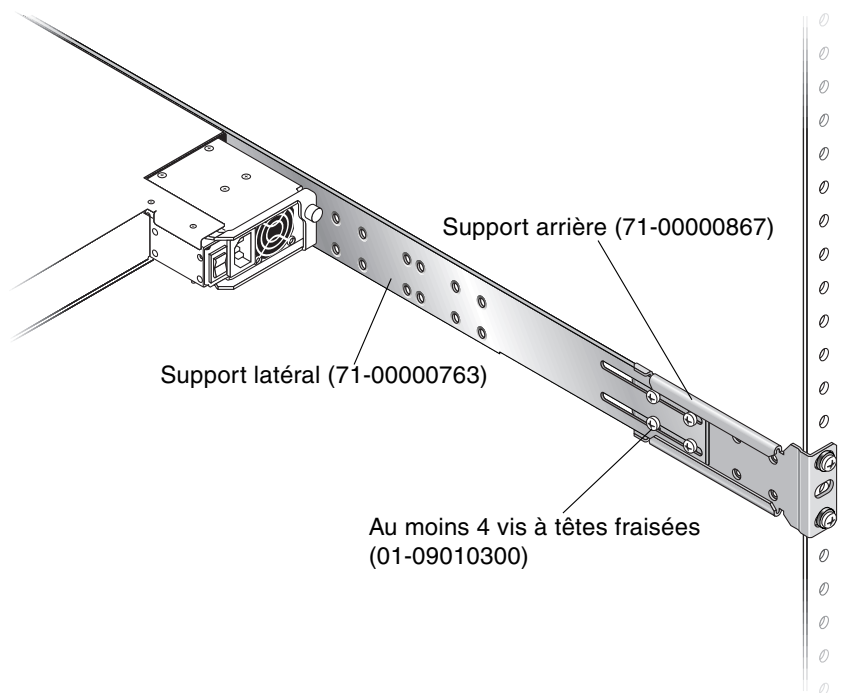

FIGURE 2-7 Exemple de montage de supports arrière et latéraux
7. Soulevez le châssis et faites coulisser les supports latéraux dans les supports arrière, fixés aux montants arrière (voir FIGURE 2-7).